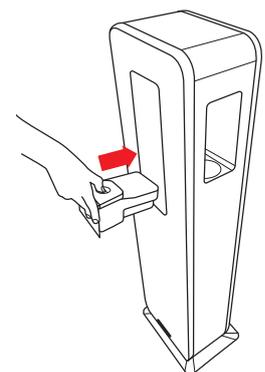

Fig. 1-22
18.6 – Inserire nuovamente la vaschetta raccogliogocce nella propria sede, vedi Fig 1-22.